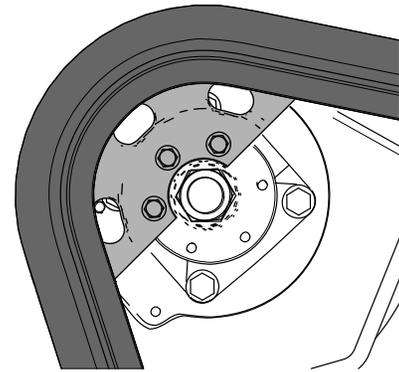

Figura 64
17. Mueva el control de tracción hacia adelante hasta que la mitad del piñón de arrastre se engrane en la oruga (Figura 64).